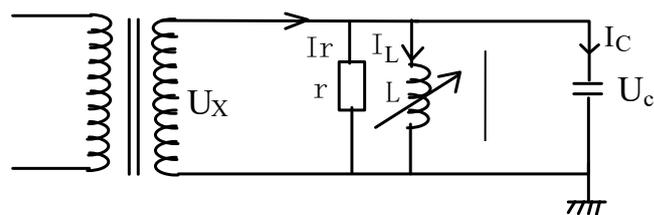
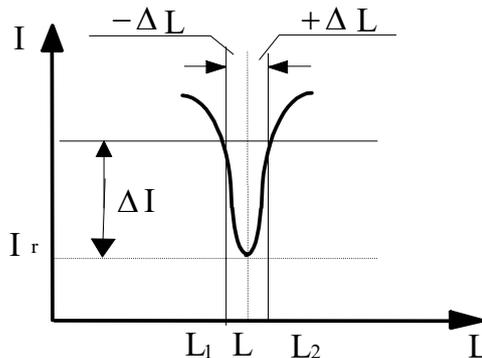

图4 并联谐振回路原理图
图6 并联谐振特性曲线
并联谐振电路原理见图 4，向量图见图 5。
并联谐振是电流补偿方式，谐振特性曲线见图6，图4中的电流：
当图4中的L调节至谐振点电感量 L_0 时， $X_L = X_C$ ， $I_L = I_C$ 此时即实现了完全并联谐振，见图6， L_0 与 (2) 式相同。